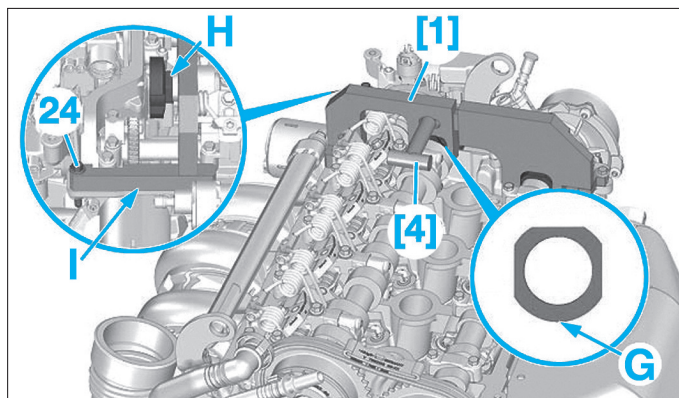

FIG. 9
- Fixer l'outil [2] avec une vis (23).
- Positionner l'outil d'immobilisation de l'arbre à cames d'admission [1] (Fig.9).